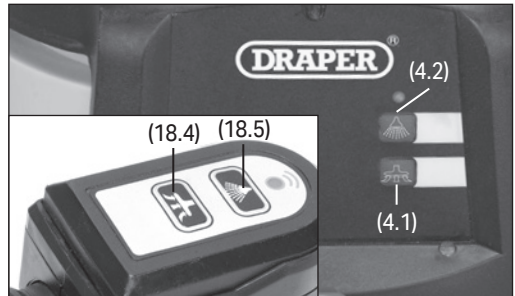

Fig. 10
8.2 Switching ON (Fig. 9 & Fig. 10)